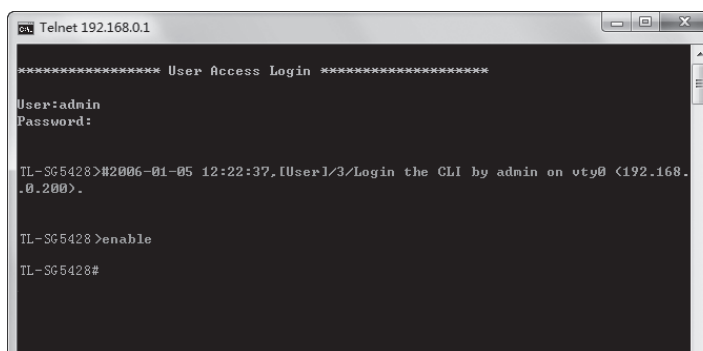

图4-7 进入特权模式
4. 输入enable后回车以进入特权模式，如图4-7所示。